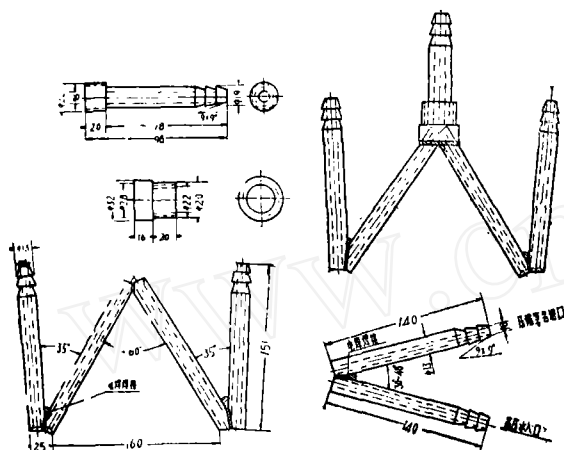

图 2 W型风水噴霧器
2. 噴霧洒水:我队使用的噴霧器(如图2、3所示)为馬克尼型和吸取凉风經隧道的防尘先进經驗試